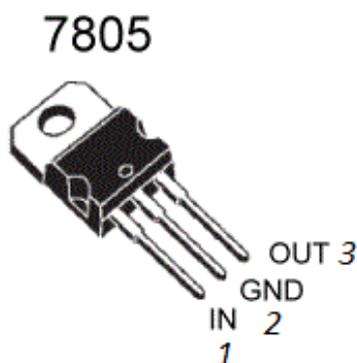

Рисунок 2. Цоколёвка L7805ACV (LM7805)
- Цоколёвка микросхемы L7805ACV (LM7805) по спецификации производителя представлена на рис. 2: